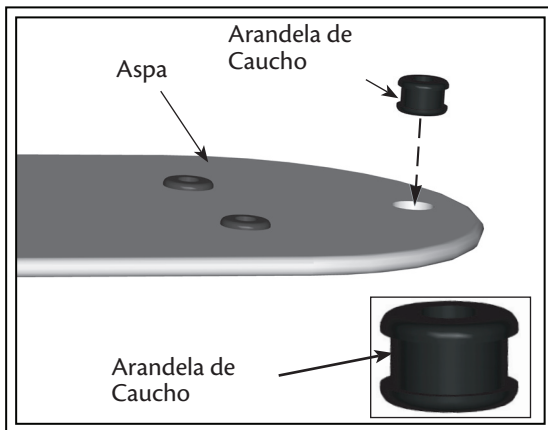

Fig. 13
1. Inserte las arandelas de goma para las paletas, encontradas en la bolsa de herrajes ■, manualmente en los orificios de las paletas (vea la Fig. 13).